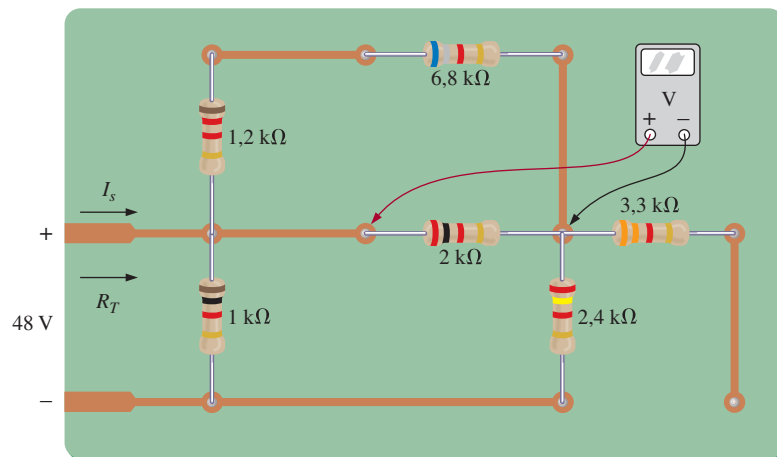

Figura 7.69 Problema 10.
10. Considerando a placa de circuito na Figura 7.69, calcule: